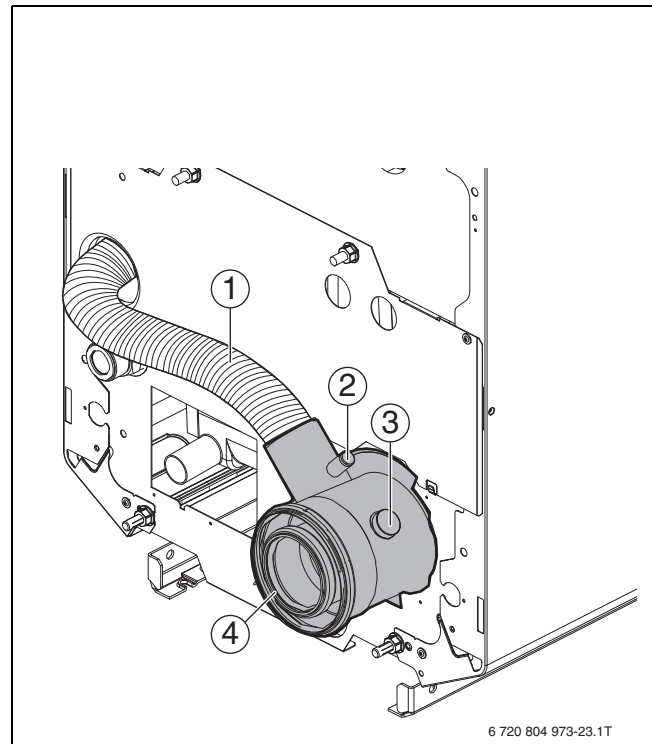

Bild 22 Luft-Abgas-Stutzen
Die Messungen erfolgen grundsätzlich im Luft-Abgas-Stutzen (→Bild 22, [3]).
- ▶ Messfühler durch die Messöffnung im Abgas-Anschlussstutzen bis in den Kernstrom (Mitte Abgasrohr) des Abgases eintauchen (höchste Abgastemperatur) (→ Bild 22, [3], Seite 18).